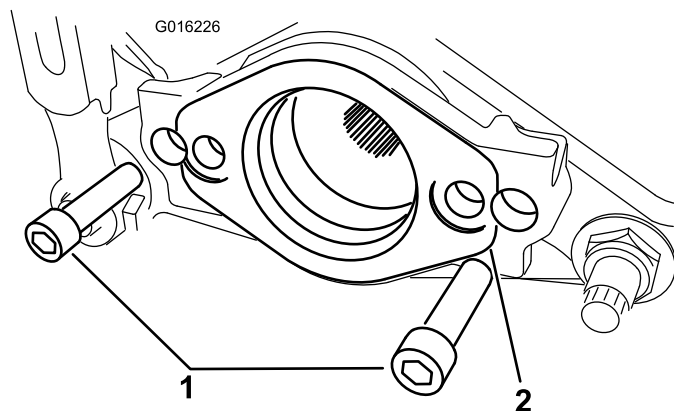

Figura 3
7. Remova os 2 parafusos de cabeça allen que prendem a montagem do motor à extremidade esquerda da unidade de corte. Remova a montagem do motor (Figura 3).